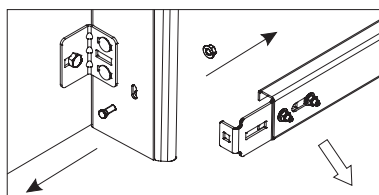

Рис. 11
8) демонтировать мерную планку, для чего отвернуть гайки нижних пресс-болтов и извлечь их (рис.11).